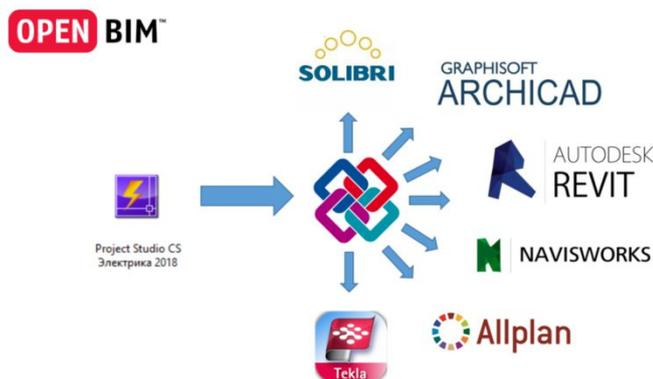

Рисунок 1- Принцип OpenBIM-проектирования
7. Интеграция с другими BIM-системами (рис.1).